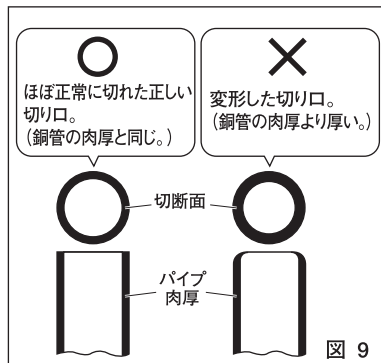

図 9
- ・急激に刃を送るとパイプが変形し(図9-右側)正常なフレア加工が出来なくなります。